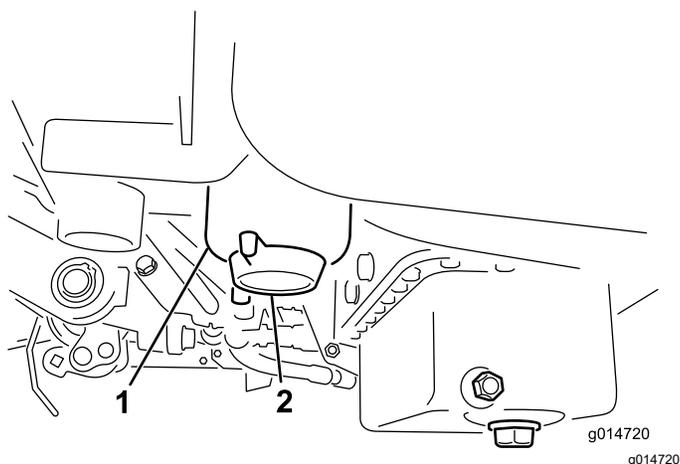

Рисунок 38
2. Очистите область крепления стакана фильтра (Рисунок 38).
4. Откройте сливную пробку фильтра (Рисунок 38).